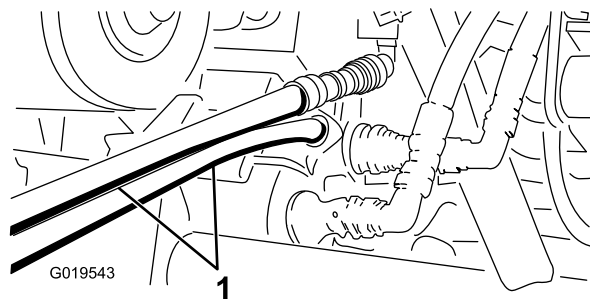

Figura 77
4. Sull'altro veicolo, collegate i due tubi ai giunti che si trovano ancora nella staffa dell'accoppiatore (collegate il tubo superiore al giunto superiore e il tubo inferiore al giunto inferiore) (Figura 77). Applicate un tappo sui raccordi inutilizzati.